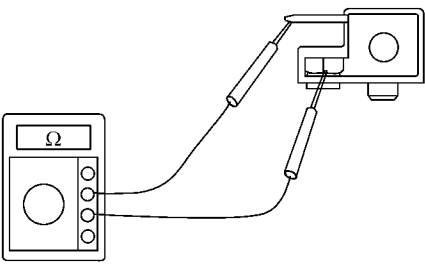
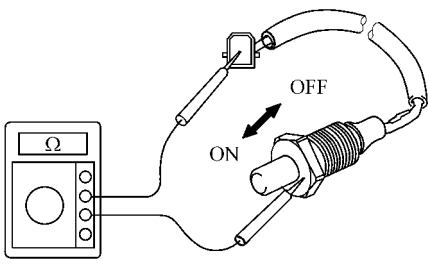

图 18-130 检查拉杆式停车制动开关
图 18-131 检查杆式停车制动器开关
1) 检查拉杆式停车制动器开关，如图 18-130 所示。
- ①在开关柄被放开的状态下，检查端子和开关固定螺母之间是否导通。
- ②在开关柄被按下的状态下，检查端子和开关固定螺母之间是否不导通。
2) 检查杆式停车制动器开关，如图 18-131 所示。
- ①在开关柄被放开的状态下，测量端子和开关体之间是否导通。
- ②在开关柄被按下的状态下，检查端子和开关体之间是否不导通。